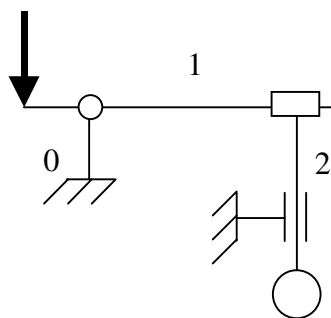

Figure 2 : Autre schéma cinématique d'une chasse d'eau
- 4- Reprendre les questions 1 à 3 avec le mécanisme suivant (figure 2)